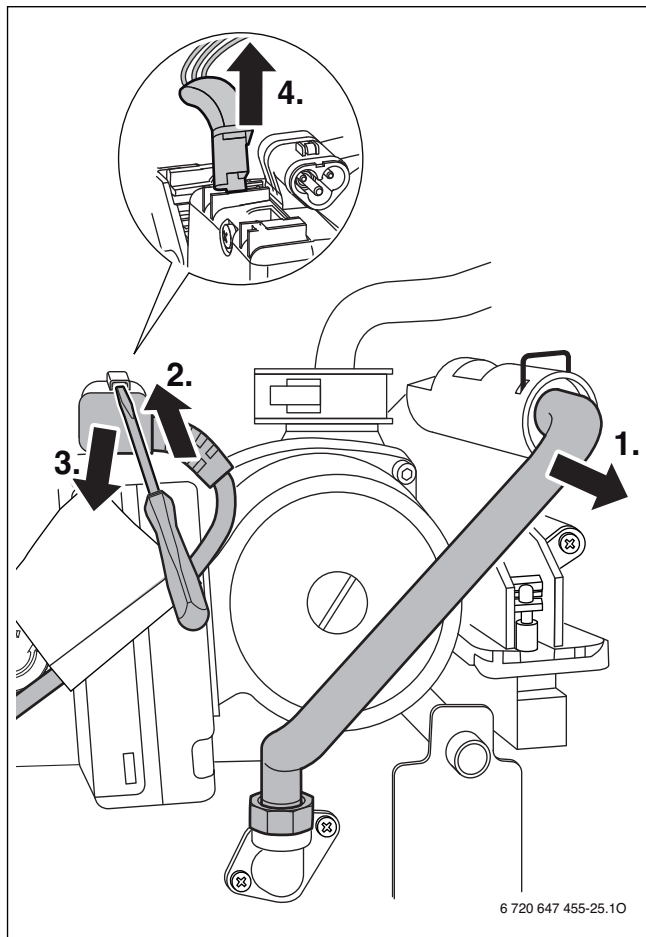

Bild 76
- ▶ Kaltwasserrohr ausbauen (→ Bild 76).